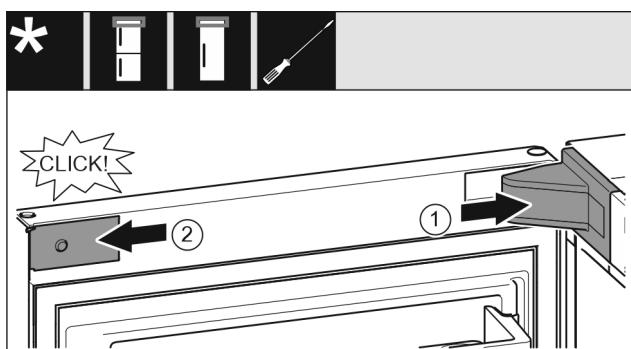

Fig. 22
- ▶ Uždékite atraminės gembės dengiamąją plokštelię ir užfiksuočių, prieikus atsargai išspauskite. Fig. 22 (1)
- ▶ Uždékite ir užfiksuočių gaubtą. Fig. 22 (2)